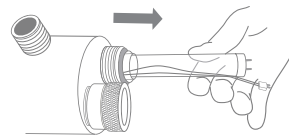

Рис. 9
5. Аккуратно выньте УФ-лампу из посадочного места (рис. 9). Убедитесь, что УФ-лампа чистая и без видимых повреждений.